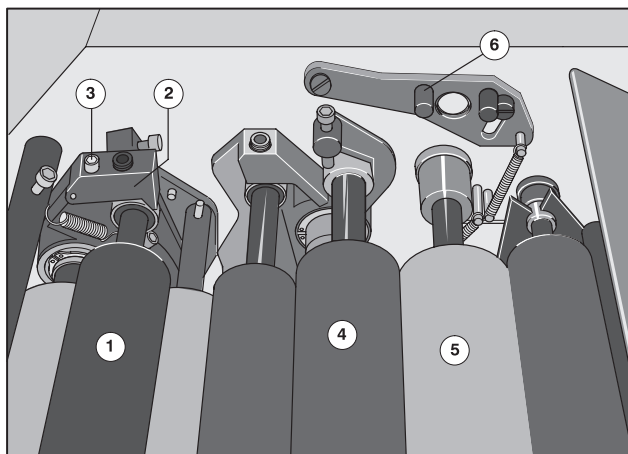

Рис. 43 Установка 4-го передаточного валика и грузового раскатного валика
- ❶ Установите 4-ый передаточный валик (Рис. 43/❶) на обеих сторонах в опоры.
- ❷ Установите фиксаторы (Рис. 43/❷) на обеих сторонах над опорами.
- ❸ Затяните винты с внутренним шестигранником (Рис. 43/❸) инструментом печатника.
- ❶ Наложите грузовой валик на 1-ый передаточный валик (Рис. 43/❶) и на растирочный валик (Рис. 43/❷).
- ❷ Нажмите на грузовой валик на обеих сторонах под осями опор (Рис. 43/❸).
Благодаря пружинному прижиму грузовой валик прилегает к растирочному валику (Рис. 43/❷) и не требует регулировки.